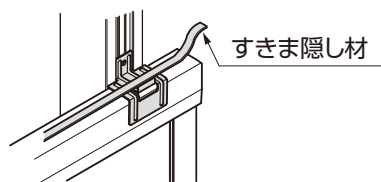

図4-5
③フェンス本体上棧の上部にすきま隠し材を貼付けてください。(図4-5参照)